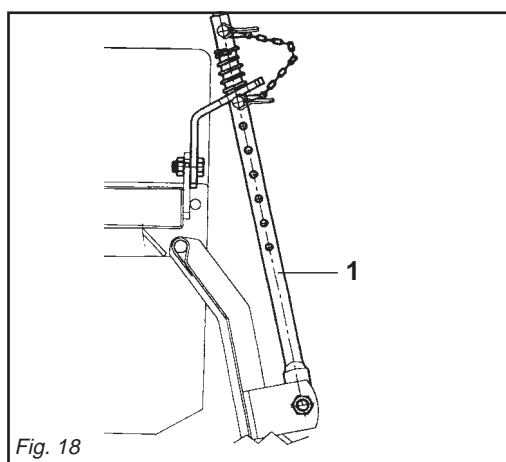

Fig. 18
- 2- Il martinetto a molla (1 Fig. 18) oltre a sostenere la lamiera livellatrice ed ammortizzarla nel trasporto su strada,
- 2- Die Federwinde (1 Abb. 18) trägt nicht nur das Planierschild und dient beim Straßentransport zur Dämpfung von
- 2- Le vérin à ressort (1 Fig. 18) sert de soutien à la tôle de nivellement et de suspension pendant le transport sur route, pour éviter le basculement du
- 2- El gato de resorte (1 Fig. 18), además de sostener la chapa de nivelación y protegerla durante el transporte en
(1 Fig. 18) prevents the steering hoe from overturning when parking.